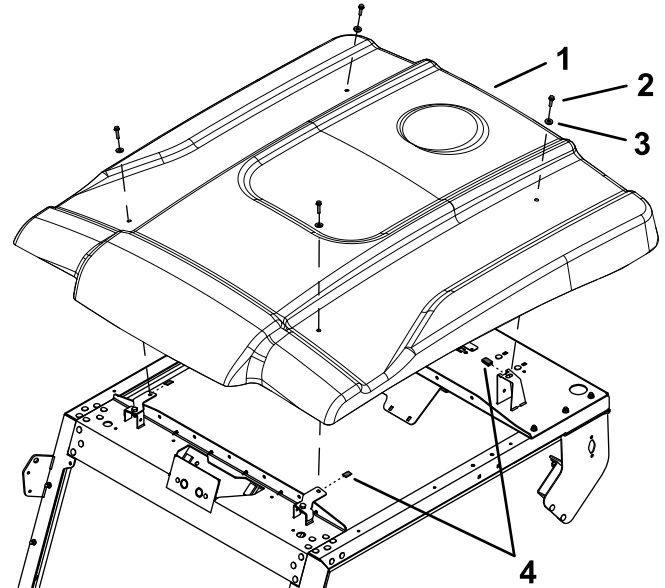

Figura 10
5. Instale el parasol en el bastidor con pernos de cabeza hexagonal con arandela prensada (1/4" x 1"), 4 arandelas sellantes y 4 clips (Figura 10).